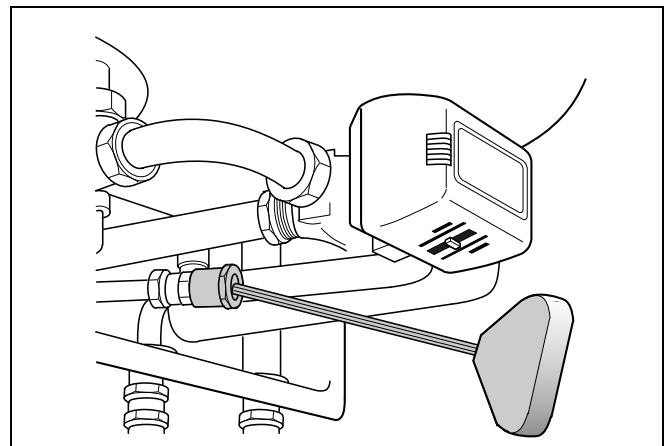

Abb. 23 Warmwasser-Durchflussmengenbegrenzer
- Gewünschte Einstellung am Durchflussmengenbegrenzer (Abb. 23) vornehmen,